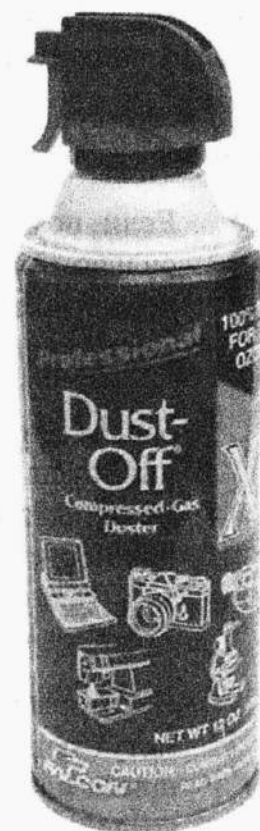

Рис. 3.7. Сжатый воздух? Несомненно, одно из лучших средств для удаления пыли с деликатных электронных схем
- ✓ **Сжатый воздух:** быстро убрать пыль с тонких электронных схем можно при помощи сжатого воздуха. Баллон с ним (рис. 3.7) нередко можно найти в хозяйственном магазине.